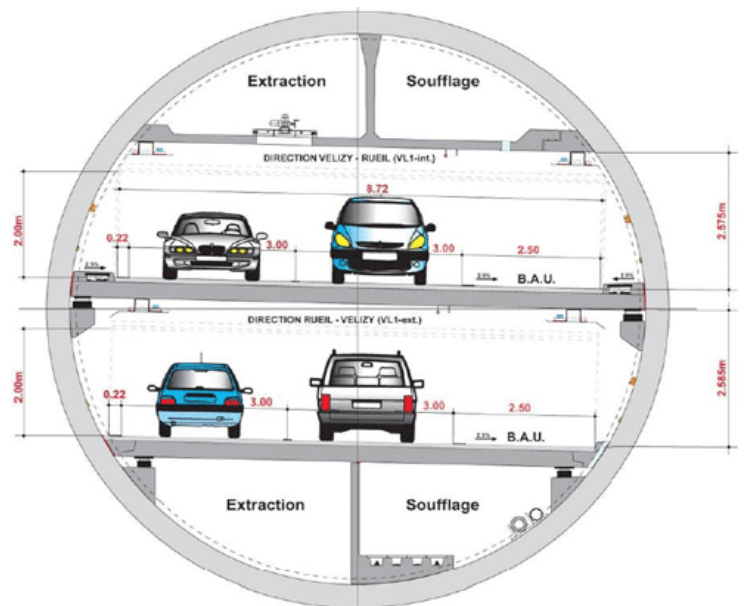

Figure 3 – profil en travers
2.2.1 Tunnel routier (Figure 3)